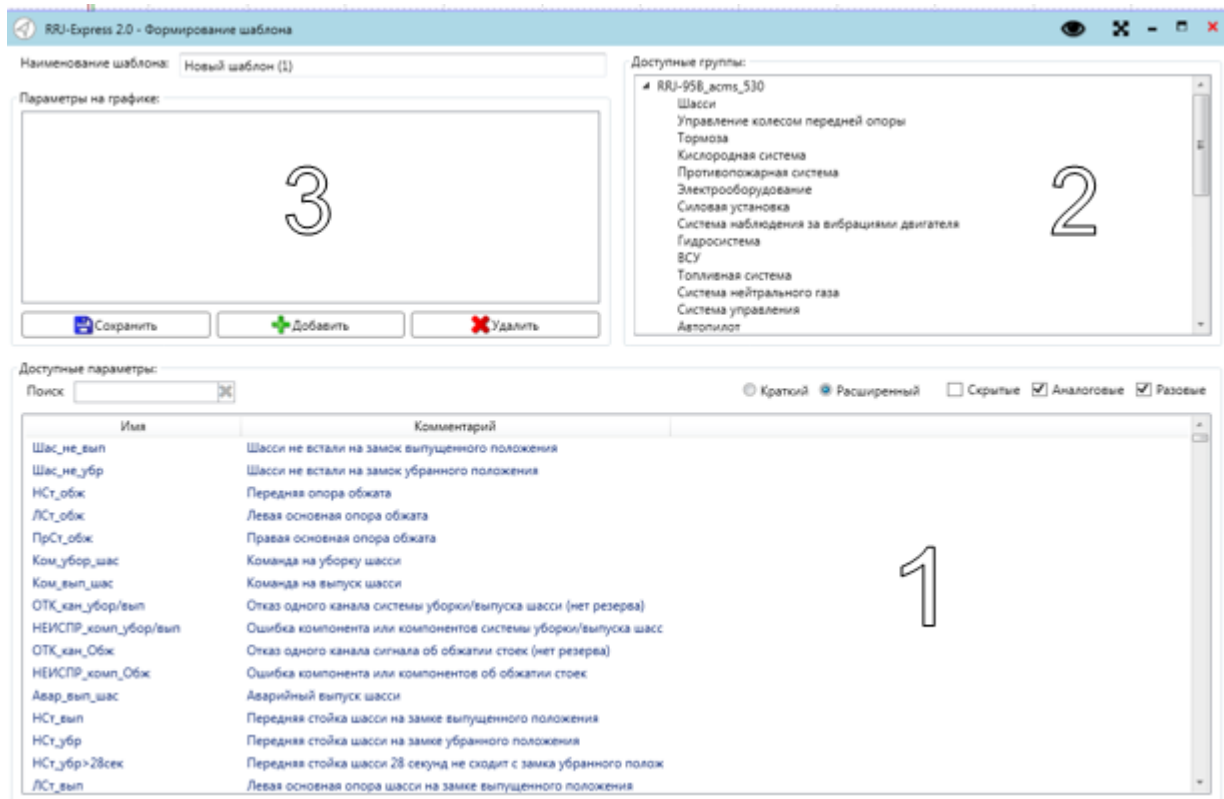

Рисунок 6.9 – Окно «Формирование шаблона»
Для создания нового шаблона нажмите на кнопку  напротив поля «Шаблон», после чего откроется окно «Формирование шаблона» (Рисунок 6.9). В строке имя по умолчанию будет указано «Новый шаблон».
Для редактирования шаблонов выберите шаблон из выпадающего списка в поле «Шаблон» окна «Первичный анализ» (Рисунок 6.1) и нажмите на кнопку . Откроется окно «Формирование шаблонов» (Рисунок 6.9). После внесения изменений в шаблон нажмите на кнопку **Сохранить**.
– нажмите **Удалить** в окне «Формирование шаблонов» (Рисунок 6.9).